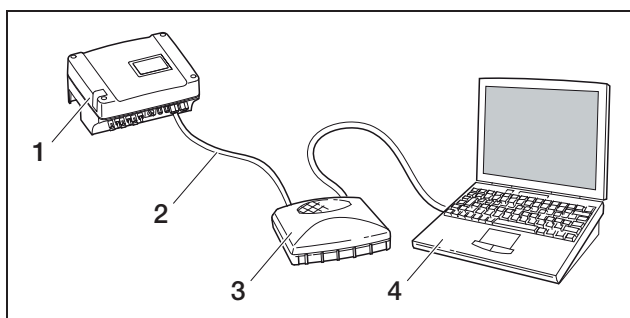

Figure 42: Connexion de l'onduleur et de l'ordinateur au moyen de câbles Ethernet et d'un switch
- b) via un réseau local (switch et câble Ethernet, voir figure 42).